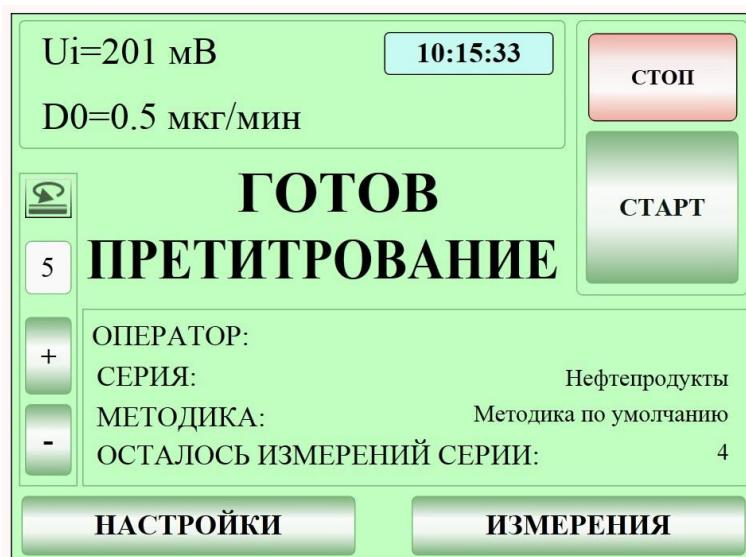

Рисунок 8
- Для перехода в режим претитрования нажмите кнопку «СТАРТ». При этом включается генерация йода и начинает работать перемешивающее устройство. В начале работы титратор находится в состоянии отсутствия готовности «НЕ ГОТОВ». По достижении готовности титрационной ячейки прибор перейдёт в состояние «ГОТОВ» или «СТАБИЛЕН» в зависимости от измеренного в режиме претитрования значения дрейфа титрационной ячейки. Кнопка «СТАРТ» становится зелёной, прибор готов к проведению измерений (Рисунок 8).